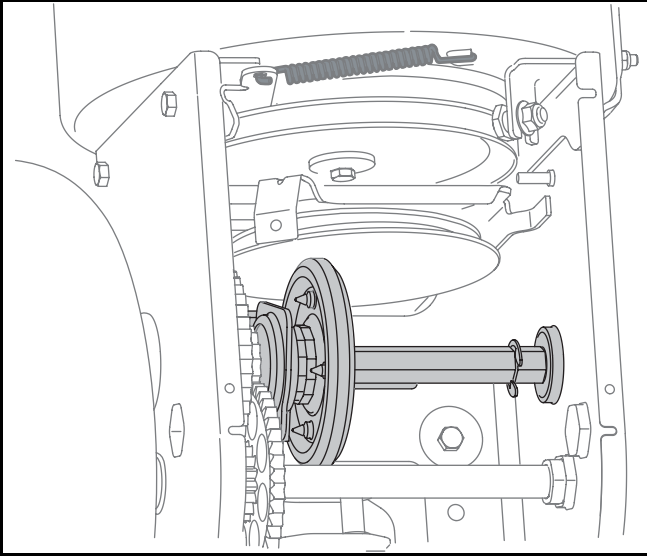

Figure 20
- Appliquez une légère couche d'huile polyvalente toutes saisons sur l'arbre hex. Voir la Figure 20.